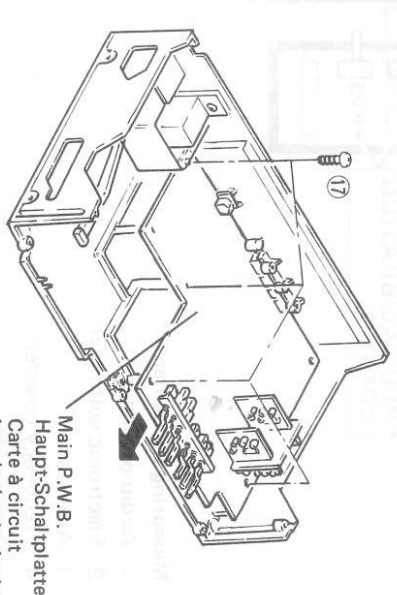

Fig. 7 Abb. 7
- (8) **Main P.W.B. (Fig. 7)**
- (8) **Haupt-Schaltplatte (Abb. 7)**
- (8) **Carte à circuit imprimé principale (Fig. 7)**